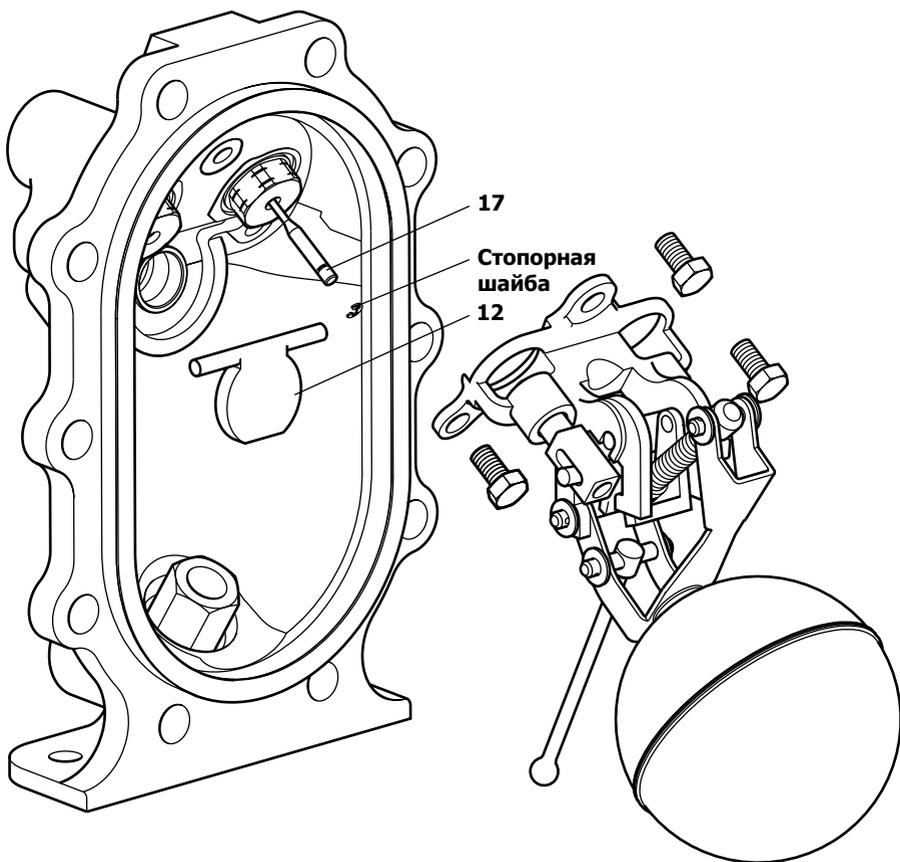

Рис. 17
5. Снимите внутренний поплавокый механизм (см. рис. 17). Это даст доступ к обратному клапану дет. 12.